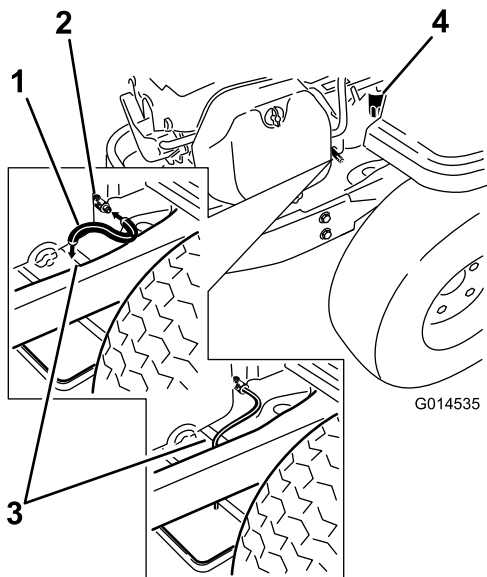

Figura 30
4. Limpe a área em torno na válvula de drenagem e na estrutura da máquina. Localize o tubo de drenagem do óleo e faça-o deslizar para cima da válvula de drenagem (Figura 30).
5. Coloque o lado oposto do tubo de drenagem de óleo por cima da extremidade da estrutura (Figura 30).